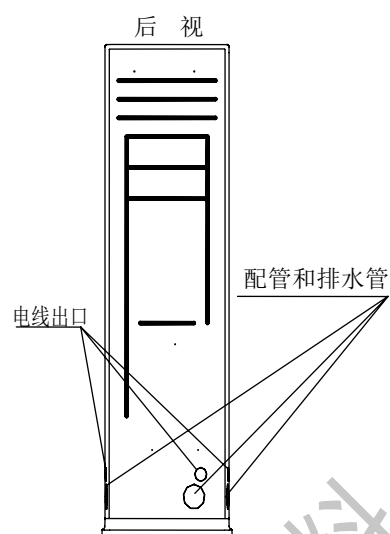

图 6
5. 配管、排水管和电线可按三个方向(左、右、后)中之一进行连接 (参考图 6)。